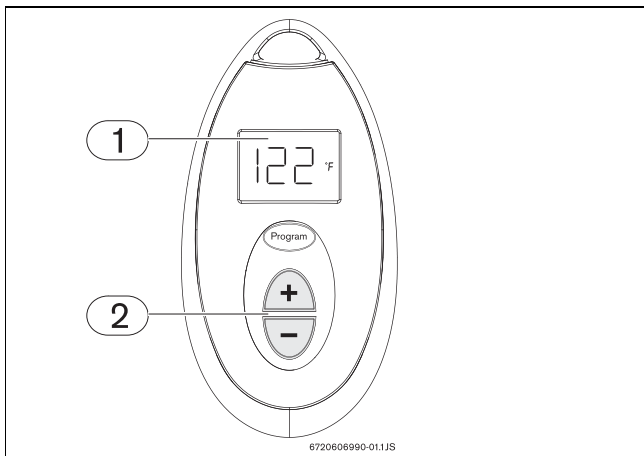
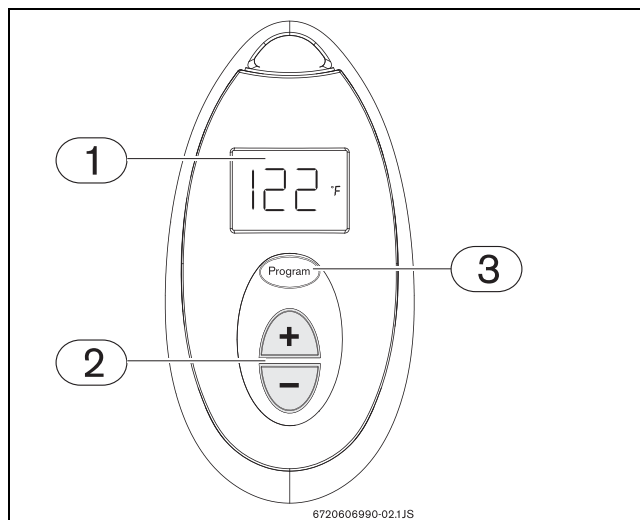

Рис. 7 Регулировка температуры
Рис. 8 Сохранение в памяти температуры воды
- ▶ Нажимайте кнопки \uparrow или \downarrow на ПДУ (рис. 7, поз. 2), пока на дисплее ПДУ не появится необходимая температура (рис. 7, поз. 1).
- ▶ Нажимайте кнопки \uparrow или \downarrow на ПДУ (рис. 7, поз. 2), пока на дисплее ПДУ не появится необходимая температура (рис. 8, поз. 1).
- ▶ Теперь можно сохранить в памяти эту температуру, нажав кнопку программирования на ПДУ (рис. 8, поз. 3) в течение 3 с.